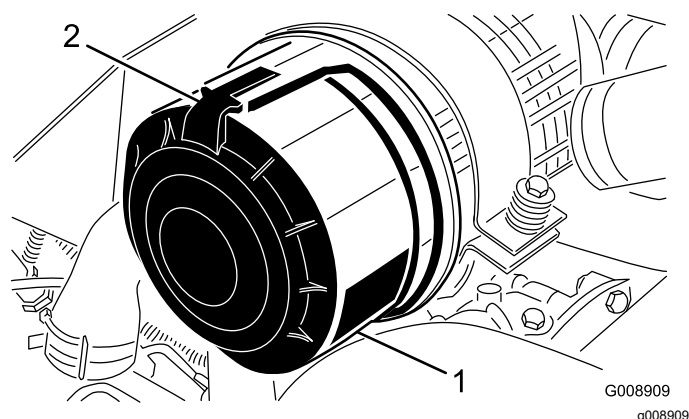

Figura 45
1. Abra los enganches que fijan la tapa del limpiador de aire a la carcasa del limpiador de aire (Figura 45).